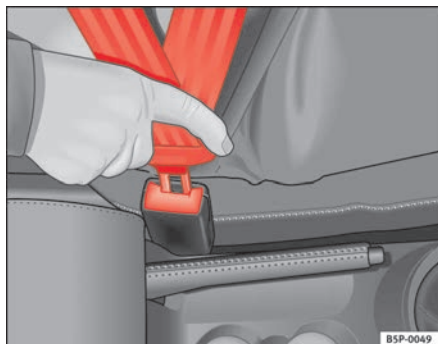

Fig. 11 Fecho e lingueta do cinto de segurança
- Insira a lingueta no fecho do banco correspondente, até se ouvir encaixar ⇒ **fig. 11**.